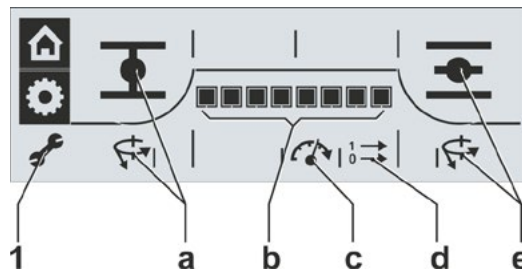

Fig. 4: Visualizar parámetros
4. Confirmar selección: Pulsar controlador del dispositivo. El símbolo de "parámetros" (fig. 4, pos. 1) está activo y se visualizan de modo automático sucesivamente los parámetros y su posición, ver figura 4: